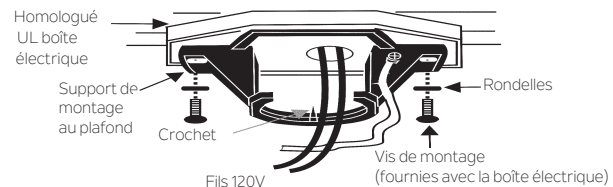

Fig. 6
**Étape 3.** Faites passer les fils 120 V d'alimentation de la boîte électrique du plafond par le centre du support de montage au plafond. (Fig.6)
**Étape 4.** Fixer le support de montage au plafond à la boîte électrique en utilisant les vis et les rondelles fournies avec la boîte électrique. (Fig. 6)